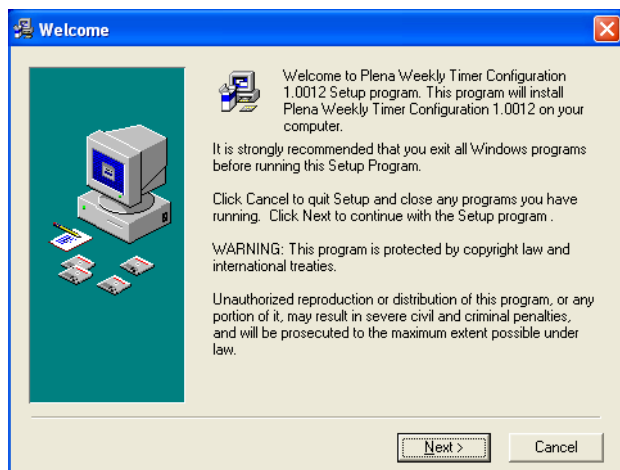

Abbildung 8.1: Fenster Welcome
- 1 Legen Sie die Plena CD-ROM in das CD-ROM-Laufwerk des PC ein. Die CD-ROM wird automatisch gestartet und ein Fenster wie in Abbildung 8.1 erscheint auf dem Bildschirm. Wenn die CD-ROM nicht automatisch gestartet wird: